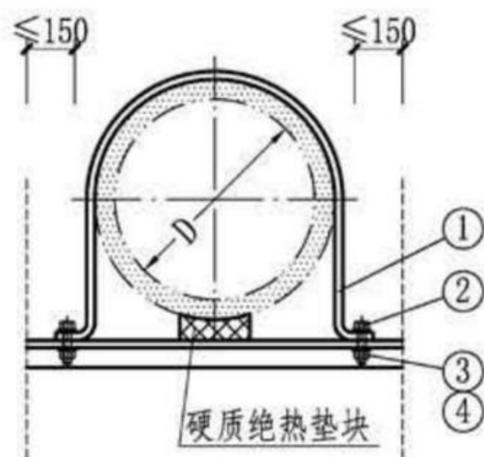
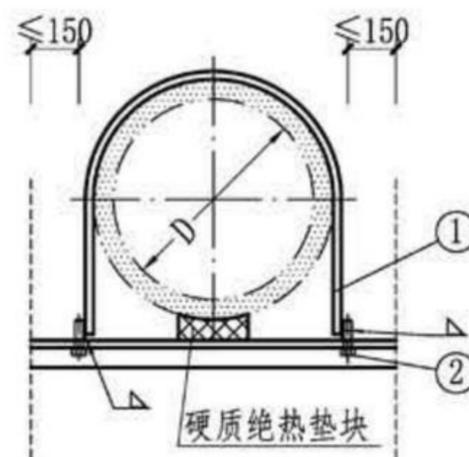

图3
图4
- 注：1. 图1~图2中虚线表示墙边或柱边，适应于本图集第11~14页悬臂型或斜撑型支架。图3~图4中虚线表示墙边、柱边或吊杆中心线，适应于本图集第15~16页悬吊型支架。